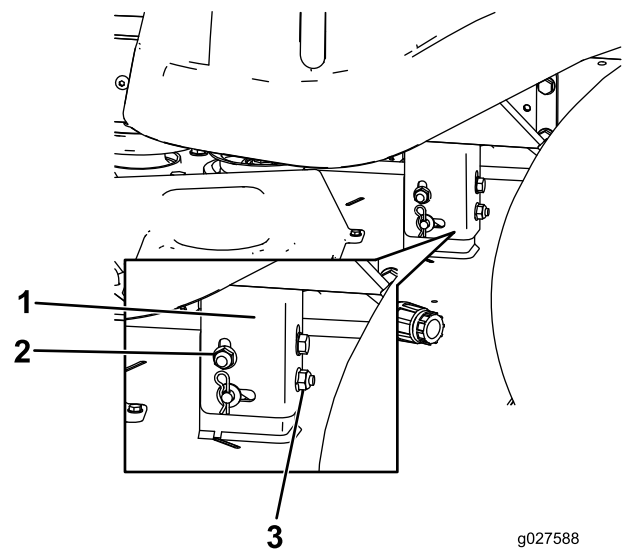

Figura 71
- Alzate o abbassate il lato sinistro del piatto di taglio ruotando il dado posteriore (Figura 71).
Nota: Ruotate il dado posteriore in senso orario per alzare il piatto di taglio, in senso antiorario per abbassarlo (Figura 71).